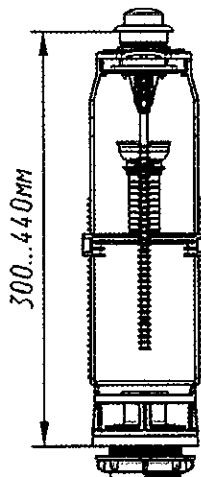

Рис.2 Установочная
- 2.1 Регулируемая установочная высота изделия (рис. 2) 300...440 мм.